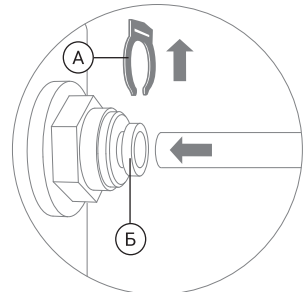

Рис. 5
1. Отсоедините стопорную клипсу (А), затем вставьте пластиковую трубку до упора в фитинг, продев ее через цанговое кольцо (Б) (рис. 5). Для герметизации соединения приложите дополнительное усилие, при этом трубка утопится еще примерно на 3 мм и будет плотно обжата резиновым кольцом.